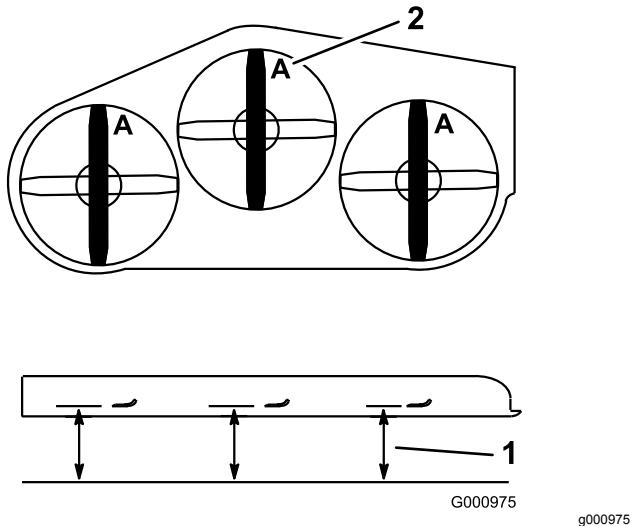

Figure 104
3. Tournez les lames dans le sens longitudinal (Figure 104).
4. Mesurez la distance entre la surface plane et le tranchant (position A) des lames (Figure 104)